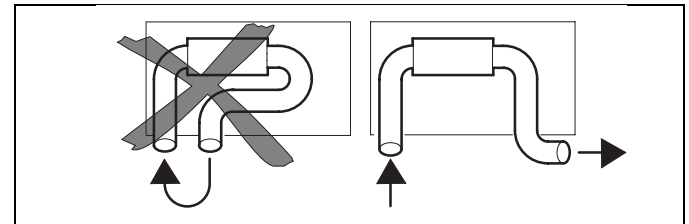

Bild 7: Heizlufteintritt und Heizluftaustritt
- Luftkurzschluss zwischen Heizgerätlufteintritt und Heizgerätluftaustritt (Bild 7)